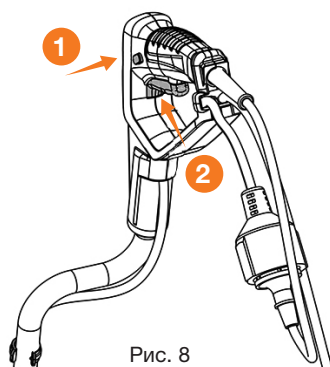

Рис. 8
- Прижмите большим пальцем предохранительную кнопку **1** на правой рукоятке, а затем нажмите клавишу включения **2** (Рис. 8). Двигатель запустится и фрезы начнут вращаться.
- Для остановки вращения фрез и работы двигателя, просто отпустите клавишу включения **2** (Рис. 8).